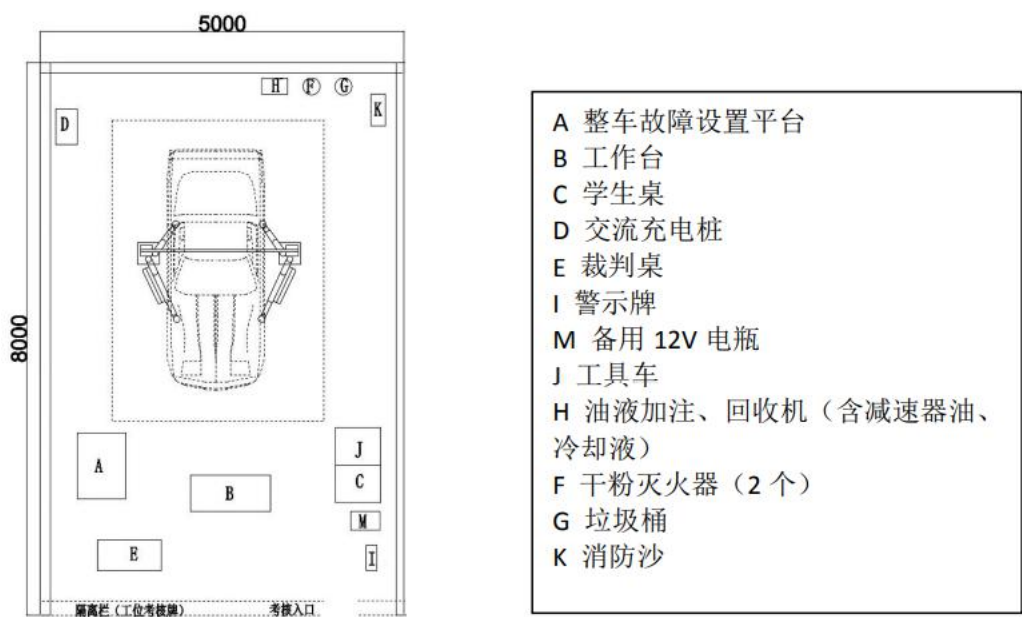
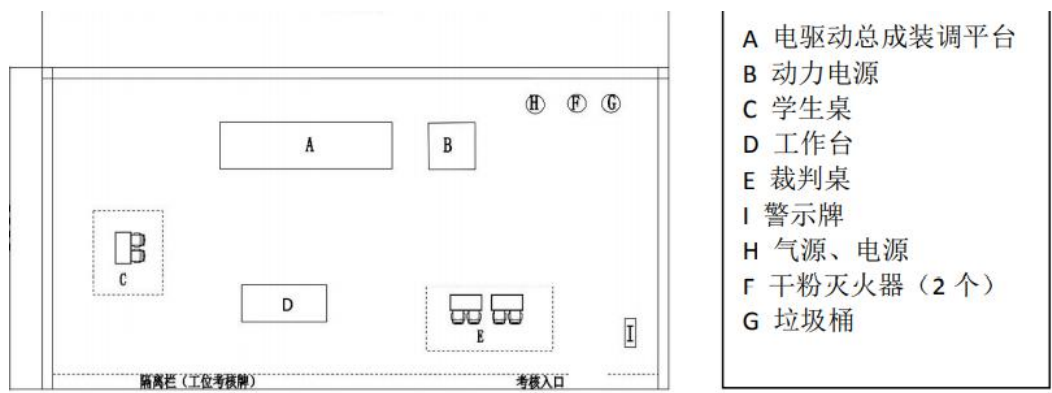

图 2 整车竞赛工位布置图
图 4 总成竞赛工位布置图
3. “新能源汽车故障诊断与排除” 每个工位占地面积 40 m2，提供 220V 交流电，插座带漏电保护器和接地保护，能承载功率 7kw、电流 32A 以上；新能源汽车动力蓄电池装调和新能源汽车充电设备装配与调试”共用竞赛场地，每个工位占地面积 40 m2，提供 220V 交流电，插座带漏电保护器和接地保护，能承载功率 7kw、电流 32A 以上；“新能源汽车驱动电机装调” 每个工位占地面积 30 m2，提供高压气源（压力不低于 300KPa），提供 220V 交流电，插座带漏电保护器和接地保护，能承载功率 7kw、电流 32A 以上；竞赛场地净空高度不低于 4.2m，面积和比赛工位设置如表 3（比赛工位数根据最后报名参赛队数量调整），实操竞赛工位布置如图 2-图 4。